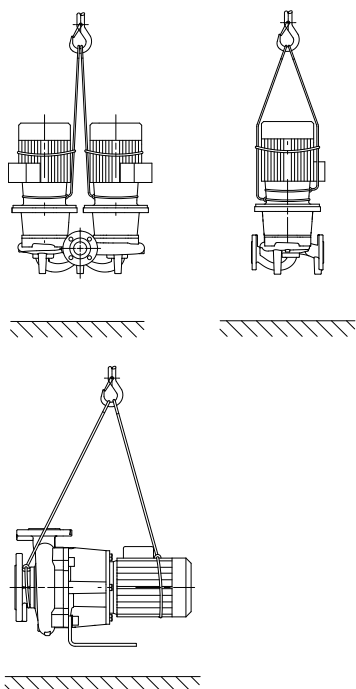

Fig. 15 : Elingage de la pompe
- Les œillets de transport servent ici de guidage lors de la suspension de la charge (fig. 15).